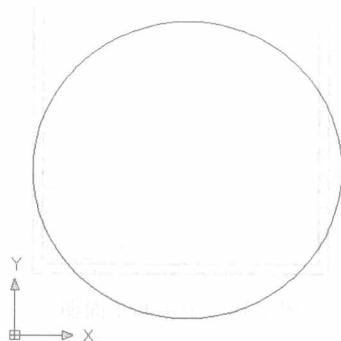

图 2-2 绘制圆形
① 打开 AutoCAD 2009，设置一个长 10000、宽 10000 的绘图页面，然后设置图形单位精度为 0，缩放插图内容的单位为毫米。
② 在“常用”选项卡中的“绘图”面板中单击“圆心、半径”按钮，命令行中会出现“指定圆的圆心或[三点(3P)/两点(2P)/切点、切点、半径(T)]”提示符，在命令行键入 5000,5000，按 Enter 键，命令行中会出现“指定圆的半径或[直径(D)]”提示符，在命令行键入 4500，按 Enter 键，在绘图页面会出现如图 2-2 所示的圆形。